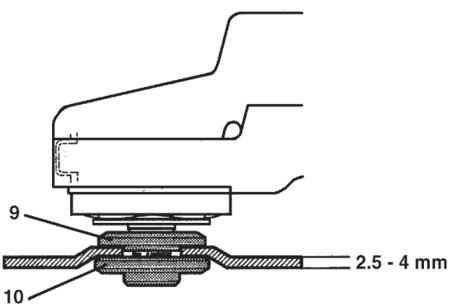

Fig. 4
Fig. 4 och 5 visar hur flänsen (10) ska monteras när tjocka skivor (4-8 mm) och tunna skivor (2,5 - 4 mm) används.